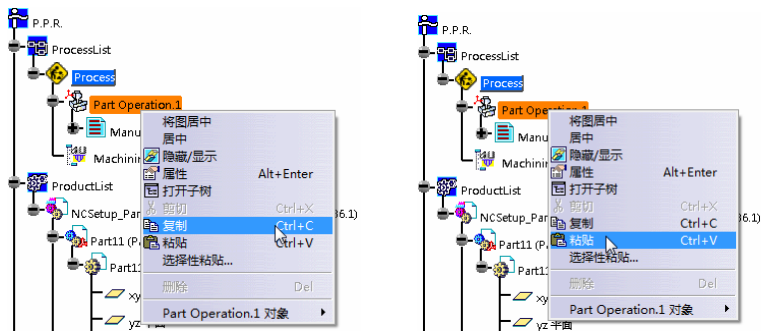

图 7-105 复制和粘贴操作（2）
1) 复制和粘贴操作（2）。在特征树上选中“Part Operation.1”节点，单击鼠标右键在弹出的快捷菜单中选择“复制”命令；然后选中“Part Operation.1”节点，单击鼠标右键在弹出的快捷菜单中选择“粘贴”命令，如图 7-105 所示。